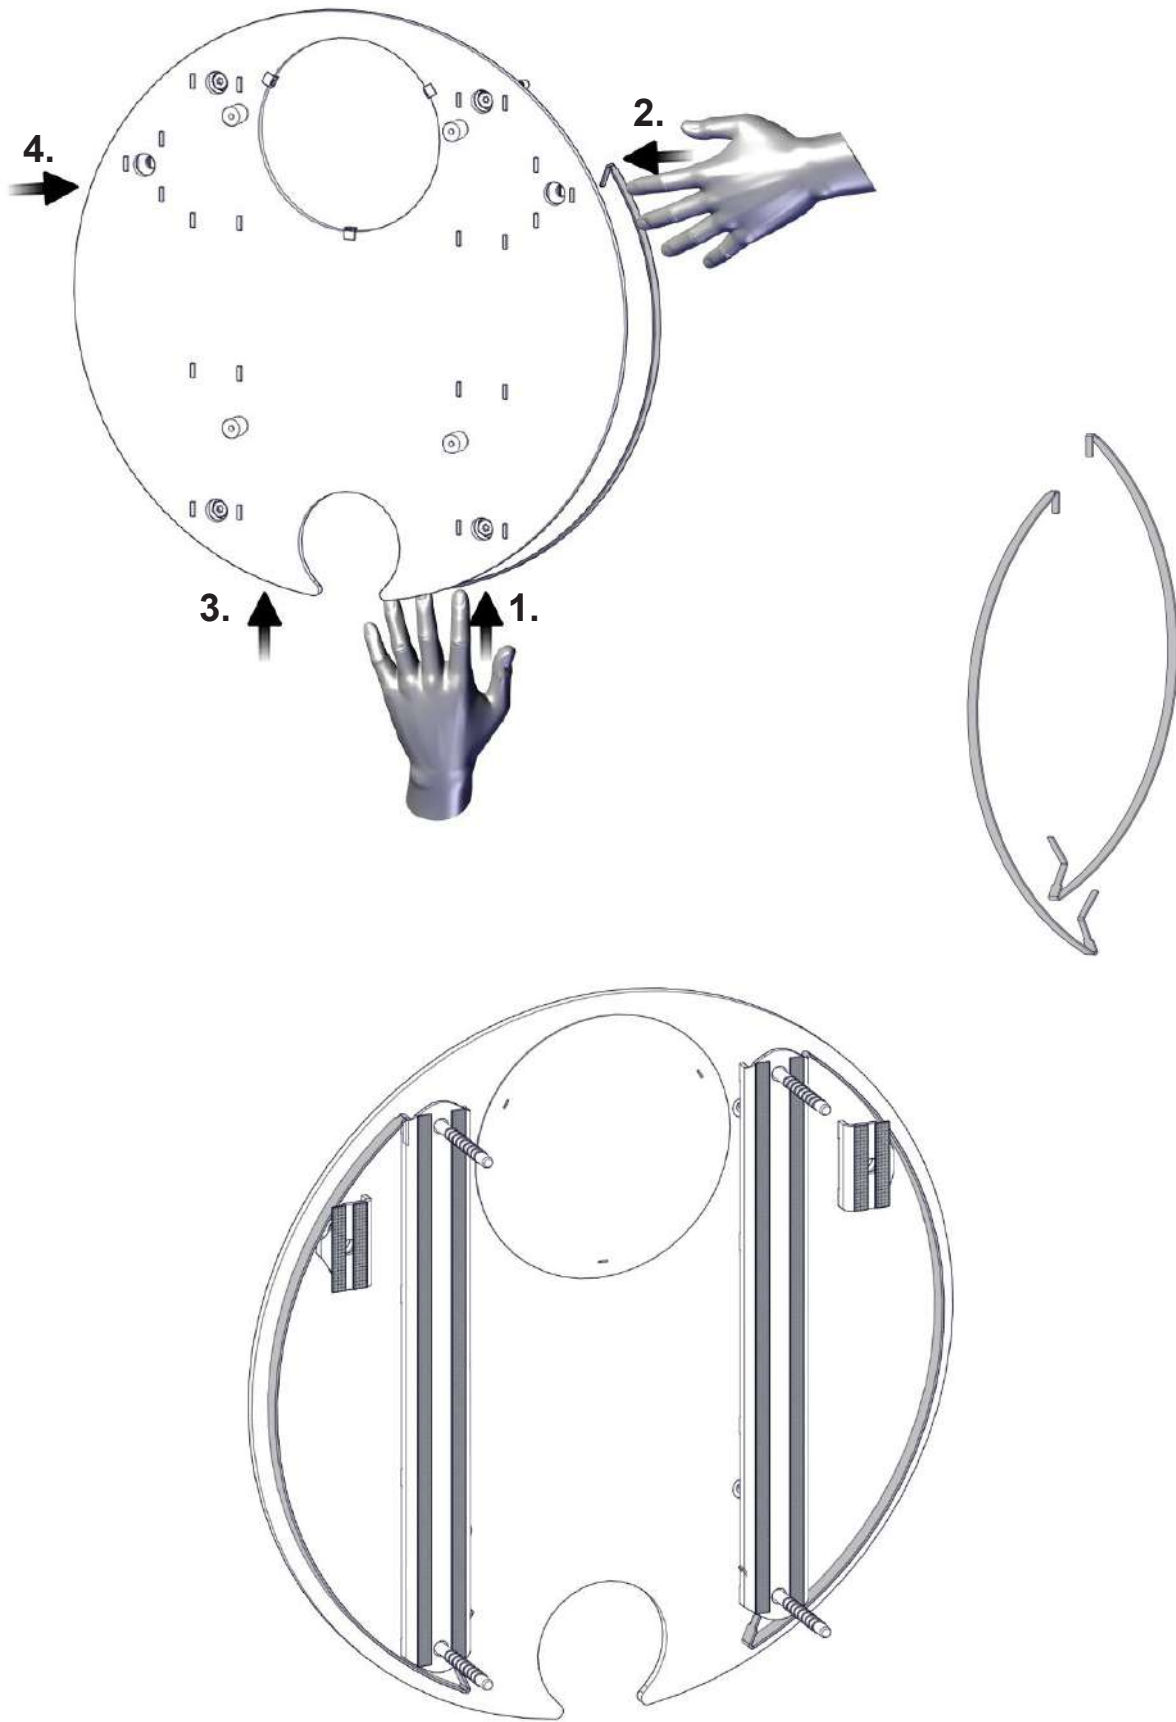
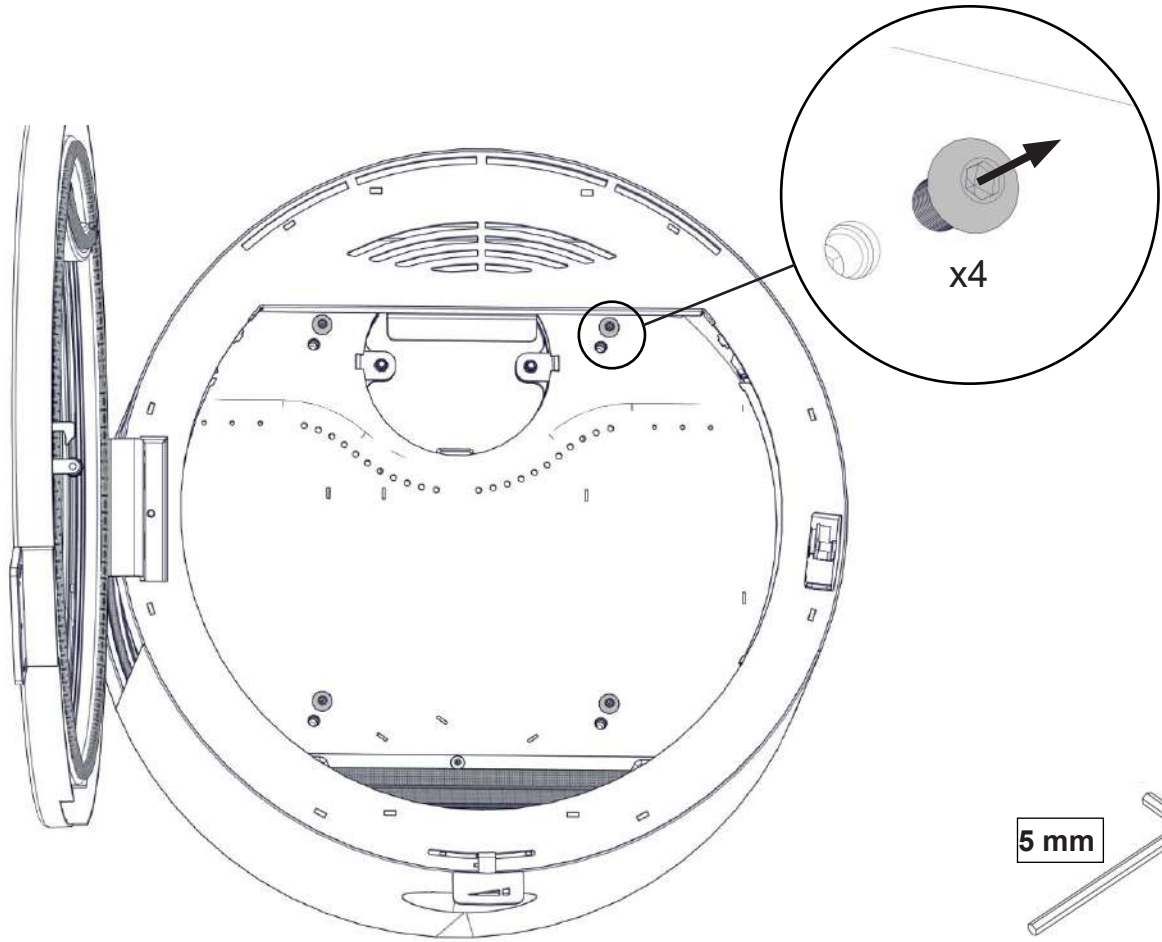

FIG 4
FIG 4a
Se i monteringsanvisningen for ME og fjern Thermotteplatene fra brennkammeret. Skru ut de fire M8 blindskruene i bakveggen inne i brennkammeret (Fig. 4). Skru de to medfølgende M6x40 gjengejernene inn i de to øverste festehullene i veggplaten (Fig. 3), slik at de blir stående ca 30mm ut fra veggplaten.
- (NO)** Ovnens henges på plass på disse gjennom de to øverste hullene i ovnen. Ovnens sikres midlertidig ved å sru på de to M6 mutterene på gjengejernene som nå stikker ut inne i ovnen (Fig. 4a). Bruk to av de fire M6x45 skruene til å feste ovnen gjennom de to nedre hullene. Skru ut først det ene gjengejernet i de øvre hullene og erstatt med skruer før dette repeteres på det gjennværende gjengejernet. Dersom bakmontert, stikk en hånd inn i røret og sjekk at koblingen mellom ovn og rør er som det skal.
Se monteringsanvisningen för ME och ta bort thermotte-infördningen. Skruva ut de fyra M8-täckskruvarna på bakväggens insida (fig. 4). Skruva in de två M6x40-gängstängerna i de två övre stödhålen i väggpanelen (fig. 3) så att de sticker ut ungefär 30 mm och lyft sedan kaminen till monteringspositionen.
- (SE)** Säkra kaminen tillfälligt genom att skruva fast de medföljande muttrarna på de två gängstängerna som nu sticker in i kaminen (se fig. 4a). Använd två av de fyra M6x45-bultarna för att fästa kaminen i väggpanelen genom de fyra undre hålen. Ta sedan bort en av muttrarna och gängstängerna från de övre hålen och sätt i stället dit de resterande M6x45-skruvarna. Upprepa sedan samma arbetsmoment för den återstående gängstången och muttern (se fig. 6). Vid bakanslutning: För in handen i rökröret och kontrollera att det sitter i rätt position och helt överlappar rökstosen på kaminen.
Refer to the installation manual for ME and remove the Thermotte liner. Locate and unscrew the four M8 blind-screws from inside in the back wall (FIG 4). Screw the two M6x40 threaded bars into the two upper support holes in the Wall panel (FIG 3) so that they protrude about 30mm and lift the stove into its
- (GB)** position. Secure the stove temporarily by screwing the supplied nuts onto the two threaded bars now protruding into the stove (see FIG 4a). Use two of the four M6x45 bolts to fasten the stove to the Wall panel first through the lower holes, then remove one of the nuts and the threaded bars from the upper holes replacing it with the remaining M6x45 bolts before this operation is repeated for the remaining threaded bar and nut (see FIG 6). If rear connected, insert a hand into the fluepipe and check that it is in position overlapping the flue collar on the stove completely.
Siehe die ME-Einbauanleitung und entfernen Sie die Thermotte im Innenraum. Schrauben Sie die vier M8-Blindschrauben von der Innenseite der Rückwand (Abb. 4). Schrauben Sie die zwei M6x40 Gewindestangen in die zwei oberen Stützlöcher in der Wandverkleidung (Abb. 3), sodass sie ca. 30 mm hervorsteht und heben Sie den Kaminofen in seine Position. Sichern Sie den Kaminofen vorübergehend, indem Sie die mitgelieferten Muttern auf die zwei Gewindestangen schrauben, die nun in den Kaminofen ragen (siehe Abb. 4a). Verwenden Sie zwei der vier M6x45 Bolzen, um den Kaminofen an der Wandverkleidung zu befestigen, erst durch die unteren Löcher. Entfernen Sie dann eine der Muttern und Gewindestangen aus den oberen Löchern und ersetzen Sie sie mit einem M6x45 Bolzen. Wiederholen Sie diesen Vorgang für die andere Gewindestange und Mutter (siehe Abb. 6). Wenn die Rückseite verbunden ist, fassen Sie mit der Hand in das Rauchgasrohr und prüfen sie, dass es die Rauchgasmanschette am Kaminofen vollständig überlappt.
Reportez-vous au manuel d'installation du modèle ME et retirez l'habillage en Thermotte. Localisez et dévissez les quatre écrous aveugles M8 de l'intérieur de la paroi arrière (Fig. 4). Visser les deux tiges filetées M6x40 dans les deux trous de support supérieurs du panneau mural (Fig. 3) de façon à ce qu'elles dépassent d'environ 30 mm et soulevez le poêle dans sa position. Fixez le poêle temporairement en vissant les écrous fournis sur les deux tiges filetées qui font maintenant saillie dans le poêle (voir Fig. 4a). Utilisez deux des quatre vis M6x45 pour fixer d'abord le poêle au panneau mural à travers les trous inférieurs, puis retirez un des écrous et la tige filetée des emplacements supérieur et les remplacer par la rondelle et vis M6x45 avant de répéter cette opération pour la tige filetée et l'écrou restant (voir Fig. 6). Lors de raccordement par l'arrière, insérez une main dans le conduit de fumée et vérifiez qu'il est en position chevauchant complètement le collier de conduit sur le poêle.
Se installationsvejledningen til ME, og fjern thermotte-foringen. Find og skru de fire M8-blindskrue ud fra bagvæggens inderside (FIG 4). Skru de to M6x40-gevindstænger i de to øverste støttehuller i vægpanelet (FIG 3), så de stikker ca. 30 mm ud, og løft ovnen på plads. Sikr ovnen midlertidigt ved at skrue de medfølgende møtrikker på de to gevindstænger, der nu stikker ind i ovnen (se FIG 4a). Brug to af de fire M6x45-bolte til at fastgøre ovnen på vægpanelet, først gennem de nederste huller, fjern derefter en af møtrikkerne og gevindstængerne fra de øverste huller og erstat den med de resterende M6x45-bolte, før denne handling gentages for den resterende gevindstang og møtrik (se FIG 6). Ved bagmontering, stik en hånd ind i røgrøret, og tjek, at det er på plads og overlapper ovnens røgdyse komplet.